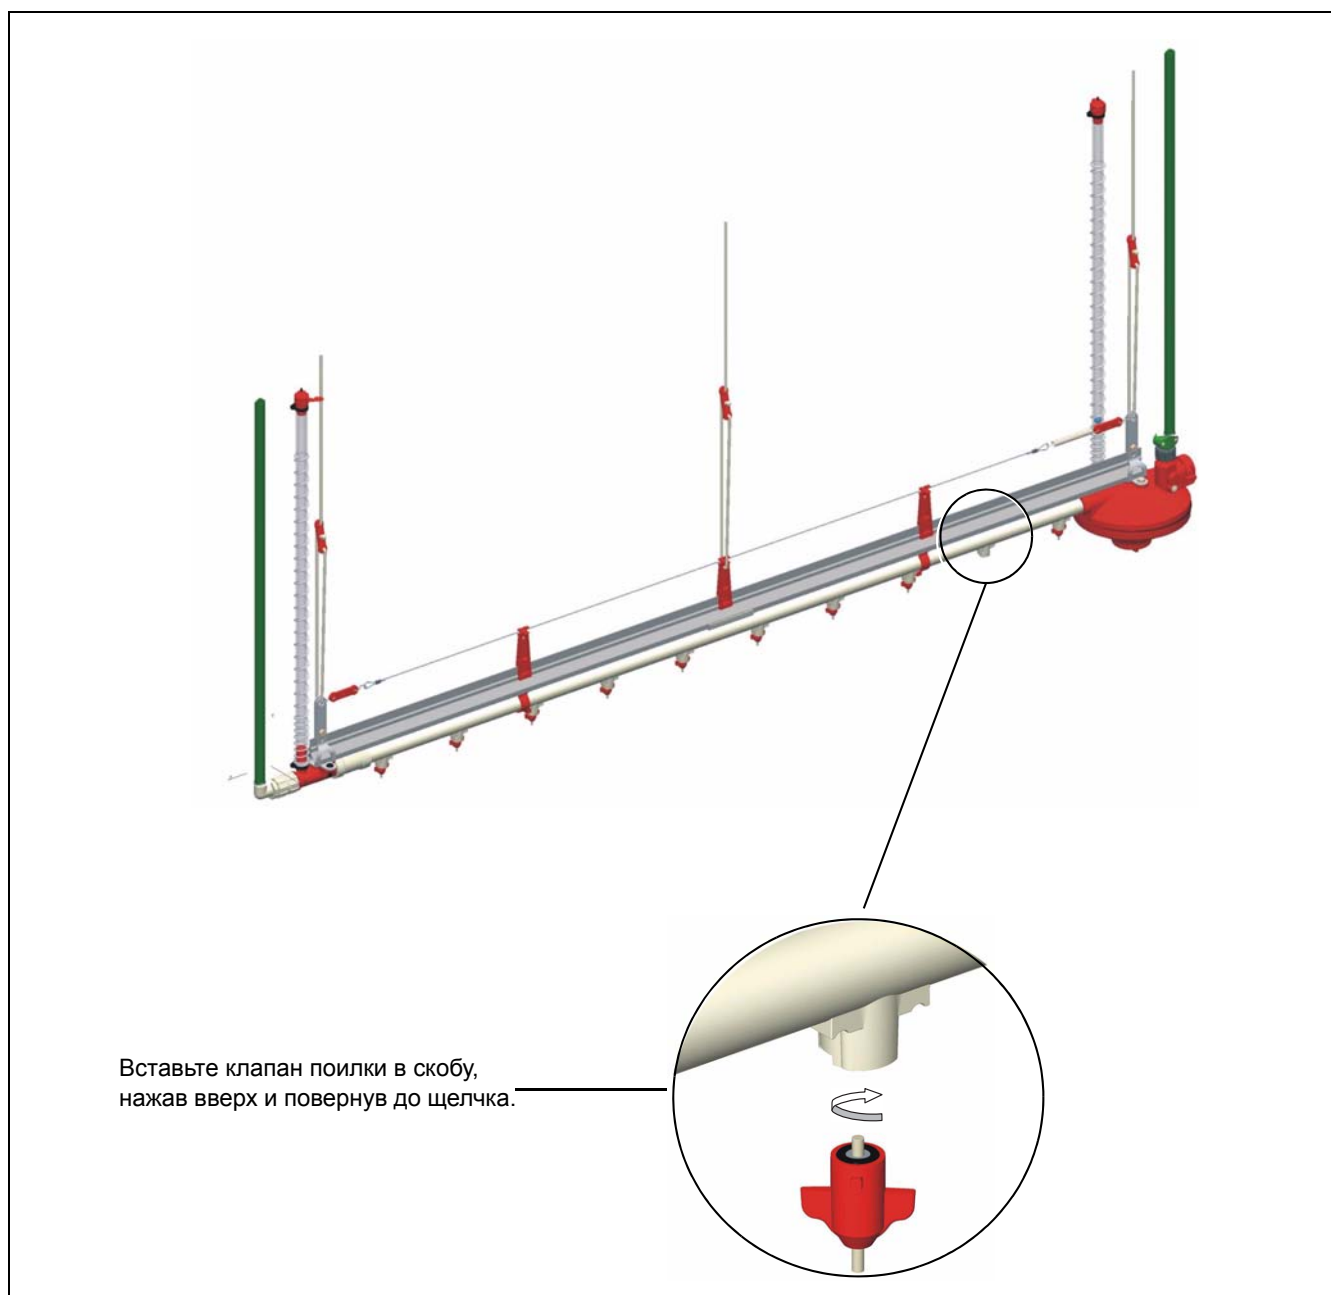

Рисунок 7Р
1. Поднимите линию на удобную для работы высоту. Вставьте клапан поилки в скобу, нажав вверх и повернув до щелчка. (См. Рисунок 7Р.)